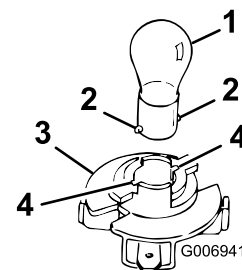

Bild 42
3. Drehen Sie die Birnenfassung um eine Vierteldrehung nach rechts und nehmen die Birne aus dem Reflektor heraus (Bild 42).
4. Setzen Sie die Birne ein und drehen Sie diese nach links bis zum Anschlag (ungefähr 1/4 Umdrehung), und nehmen sie die Birne aus der Birnenfassung heraus (Bild 42).
2. Stecken Sie den Sockel in die Fassung (Bild 42).